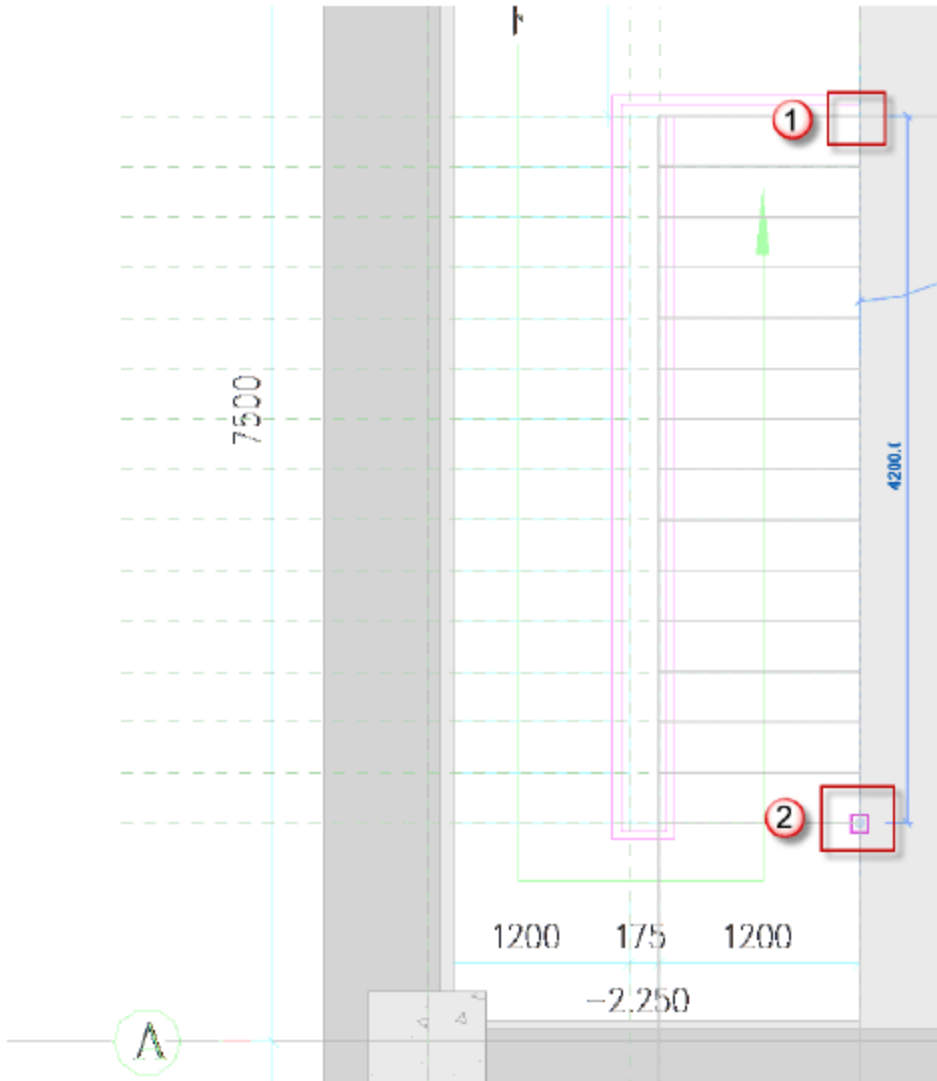

图 11.2.18 绘制第一梯段
(14) 绘制楼梯第一梯段。捕捉楼梯梯段的起始点“1”，沿竖直方向参照线向上绘制至梯段的终点“2”，点，如图 11.2.18 所示。